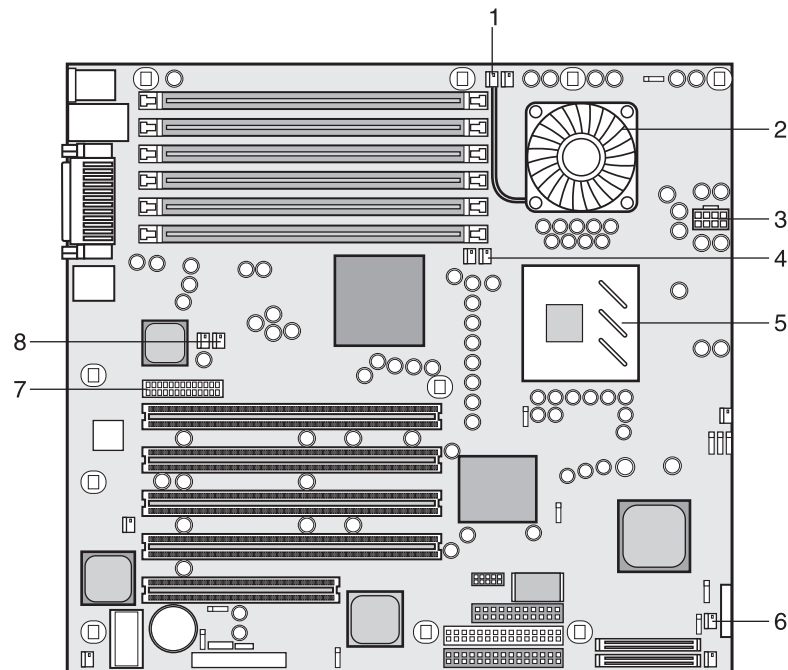

Abbildung 2-14: Systemplatine (Draufsicht)
Der HP ProLiant ML150 Server wird mit mindestens einem bereits installierten Prozessor geliefert (im Sockel des primären Prozessors = CPU 1). Die Sockel für den primären und den sekundären Prozessor befinden sich beide auf der Systemplatine. Die VRM-Module (Voltage Regulator Module; Spannungsreglermodul) sind in die Systemplatine integriert (siehe Abbildung 2-14).
- Der sekundäre Prozessor muss im zweiten Sockel (CPU 2) eingesetzt werden (siehe Abbildung 2-14).
In diesem Abschnitt wird beschrieben, wie Sie einen zweiten Prozessor und dessen Kühlkörper auf der Systemplatine installieren. Siehe Abbildung 2-14 zur Position von primärem und sekundärem Prozessor.